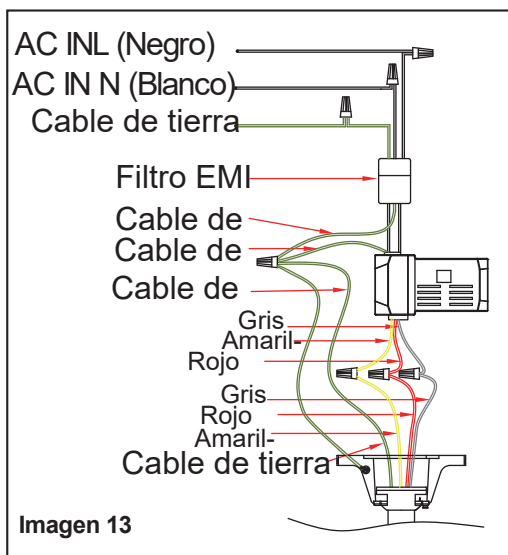

Imagen 13
Paso 1. Conecte los cables verdes del filtro EMI y las partes correspondientes según el diagrama de cableado como se muestra en la Imagen 13, asegúrese de que el filtro EMI esté bien colocado en la caja de distribución.